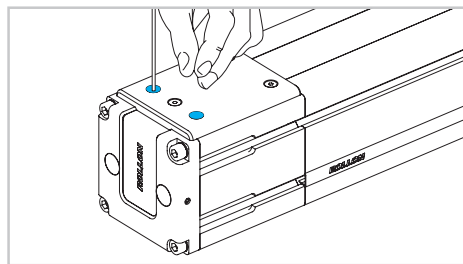

Fig. 3
- 2) Sganciare la piastra sulla testata folle allentando solo le 4 viti esterne (Fig. 3).